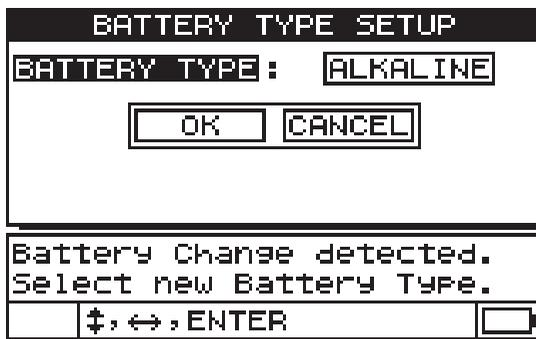

图 2-3 选择电池类型
- 回答出现在屏幕底部的有关电池类型设置的问题，使用向右或向左箭头键，然后按 [ENTER]（确定）键（参见第 30 页的图 2-3）：